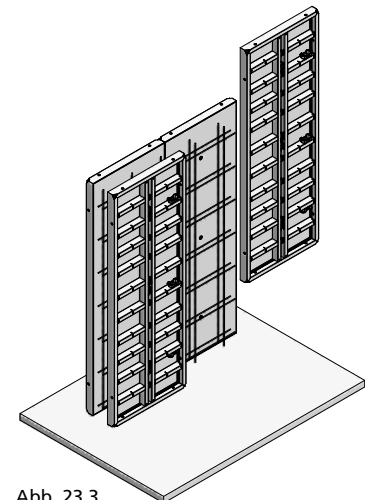

Abb. 23.3
3. Schließschalungselement stellen (Abb. 23.3).